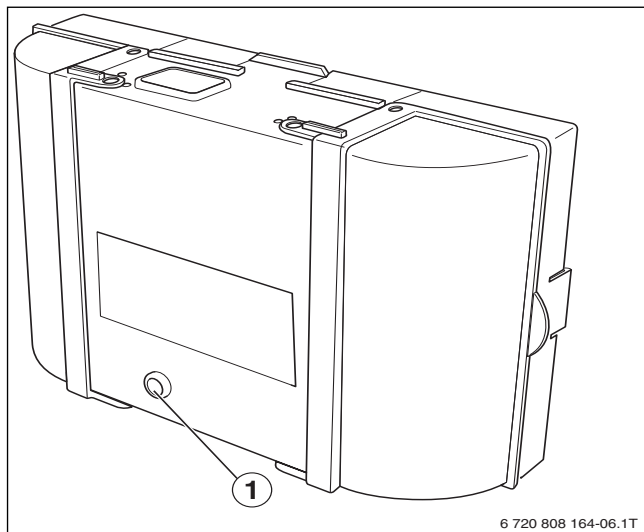

Fig. 39 Reset delle disfunzioni al dispositivo di controllo della combustione
- Premere il tasto di riarmo sull'automatismo di combustione (→ fig. 39).